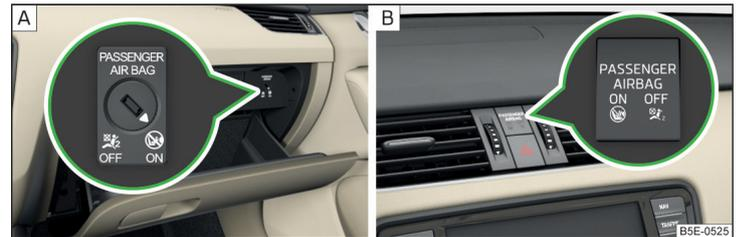

Abb. 13 Schlüsselschalter für Beifahrer-Frontairbag / Kontrollleuchte für Beifahrer-Frontairbag
Der Beifahrer-Frontairbag kann mit dem Schlüsselschalter abgeschaltet werden » Abb. 13 auf Seite 20 - [A].
Stellungen des Schlüsselschalters » Abb. 13 - [A]
- Mit dem Schlüssel den Schlitz des Schlüsselschalters » Abb. 13 -  vorsichtig in die Position **OFF** drehen.
- Prüfen, ob nach dem Einschalten der Zündung die Kontrollleuchte **OFF**  unter dem Schriftzug **PASSENGER AIRBAG** » Abb. 13 -  leuchtet.
- Mit dem Schlüssel den Schlitz des Schlüsselschalters » Abb. 13 -  vorsichtig in die Position **ON** drehen.
- Prüfen, ob nach dem Einschalten der Zündung die Kontrollleuchte **ON**  unter dem Schriftzug **PASSENGER AIRBAG** » Abb. 13 -  leuchtet.